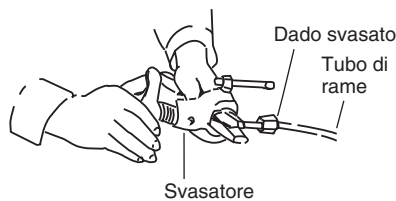

Fig. 5-3
- (3) Rimuovere il dado svasato dall'unità e montarlo sul tubo di rame.
- (4) Svasare le estremità del tubo di rame con uno svasatore. (Fig. 5-3)